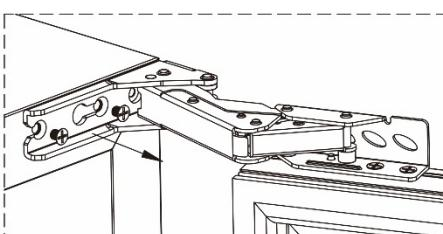

Fig. 2
3. Retirez les deux vis des charnières supérieure et inférieure à l'aide d'un tournevis Phillips. (Fig. 2)